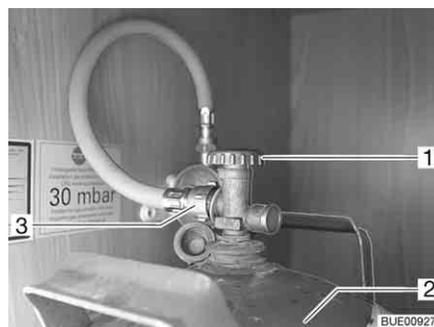

Bild 97 Gaskasten
- Haupt-Absperrventil (Bild 97,1) an der Gasflasche (Bild 97,2) schließen. Pfeilrichtung beachten.
- Gasschlauch (Bild 97,3) von Hand von der Gasflasche abschrauben (Linksgewinde).